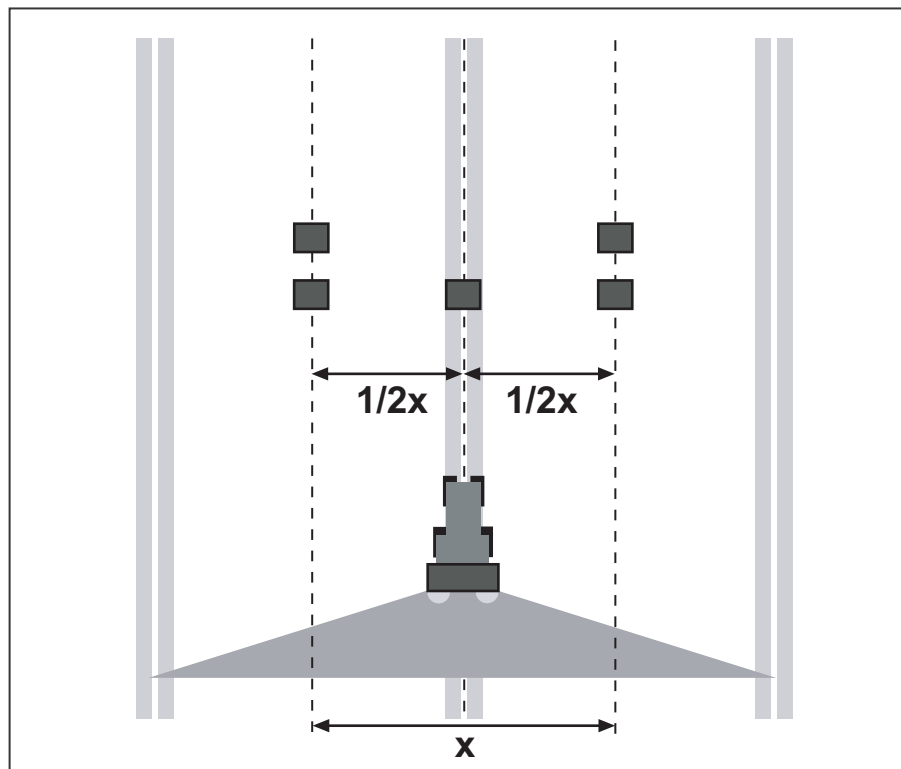

Imagen 7.21: Disposición para una pasada
- Colocar dos bandejas colectoras a una distancia de **1 m** una detrás de otra en las zonas de solapamiento (entre los carriles) y una bandeja colectoras en el carril (según imagen 7.21).